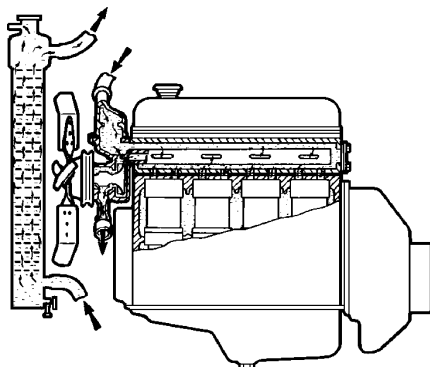

Рис. 4.35. Промывка системы охлаждения
Направление струи (рис. 4.35) должно быть обратным направлению движения воды при нормальной работе системы охлаждения.
3. Промыть радиатор (рис. 4.35) струей горячей воды в направлении, обратном циркуляции воды в двигателе в течение 30-40 минут под напором 48 кПа (0,5 кгс/см²).